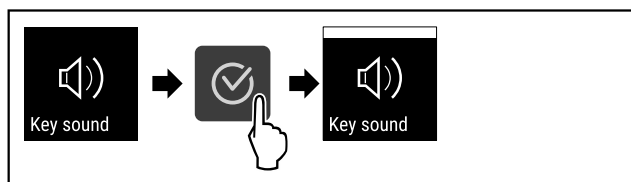

Fig. 81
- ▶ Suivre les étapes (voir Fig. 81) .